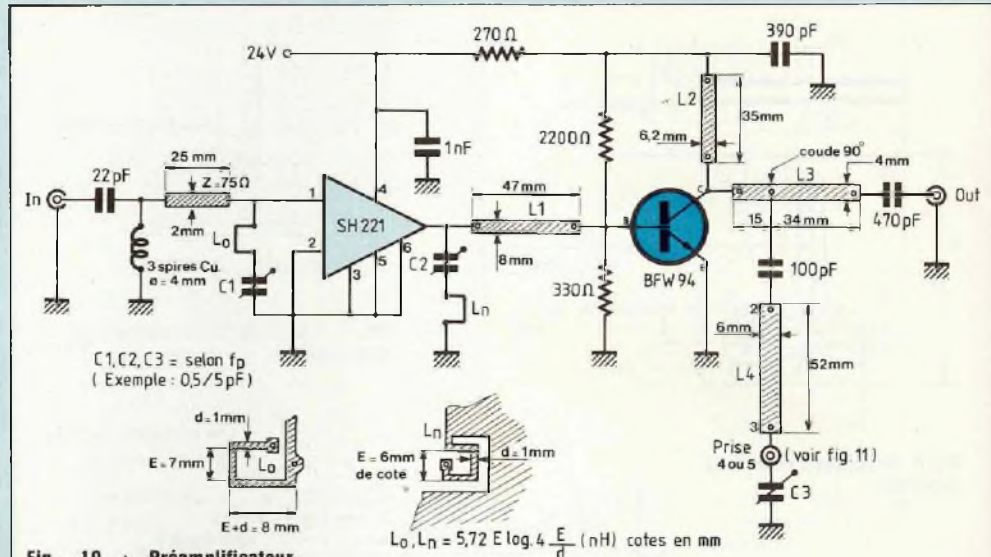

Fig. 10 : Préamplificateur d'antenne muni de filtres réjecteurs (L_0, L_n, L_4). D'après SGS-ATES.
La figure 10 nous montre que l'étage d'entrée utilise un circuit intégré SH221 SGS-ATES extra-plat dont les
Le SH221 est précédé sur son entrée 1 par un tronçon de ligne $Z = 75 \Omega$ et par un filtre passe-haut composé de la capacité de 22 pF (céramique-perle) et de la bobine de 3 spires sur $8 = 4 \text{ mm}$. Entre les cosses 1 et 2 du SH221, on place un premier réjecteur série $L_0 - C_1$ qui fonctionne dans le bas de gamme UHF (460 à 560 MHz). La spire de Bryan n'est pas entièrement bouclée et termine sur un ajustable de 0 à 3 pF (voir formule : figure 10). L'accord est assez flou donc la réjection trop faible ; on complète cette insuffisance par une deuxième spire de Bryan placée entre l'ajustable C_2 lui-même soudé sur le tout début de la ligne L_1 et la métallisation extérieure (masse générale). La ligne L_1 aboutit sur la base (B) d'un BFW94 dont l'émetteur et le blindage sont soudés directement à la masse. Le collecteur (C) est chargé par la ligne L_2 qui reçoit aussi en bout l'alimentation en 24 V du transistor ($270 \Omega / 390 \text{ pF}$).
La ligne L_3 sépare le collecteur du condensateur de sortie (470 pF). En chemin, on trouve une ligne $\lambda/4$ réjectrice. L_4 s'accorde avec C_3 sur les fréquences moyennes et élevées de la bande UHF. Entre la dérivation 1 et l'entrée 2 de la ligne, on place une liaison capacitive de 100 pF. La qualité de ce condensateur aux UHF s'avère primordiale ; il ne doit pas être selfique ni trop long en dimensions. C_3 se placera soit entre les orifices 3 et 4 soit entre les trous 3 et 5 ; cette dernière solution favorise l'accord de la réjection vers des fréquences plus élevées ; On trouvera sur la figure 10, la formule de l'inductance de la spire de Bryan ; c'est une relation approchée qui ira si l'on évite au-dessous la métallisation ; si l'on omet ce grattage, il faut réduire encore l'accord de C_1 et de C_3 (à essayer...). Autre précaution : on évitera également la couche inférieure autour des connexions des soudures. On pourra souder les masses des deux côtés mais en évitant de faire des boucles avec les lames de masse supérieures. En fait, on ne conseille les traversées à la masse qu'au voisinage des connecteurs d'entrée et de sortie et peut-être ? au niveau des